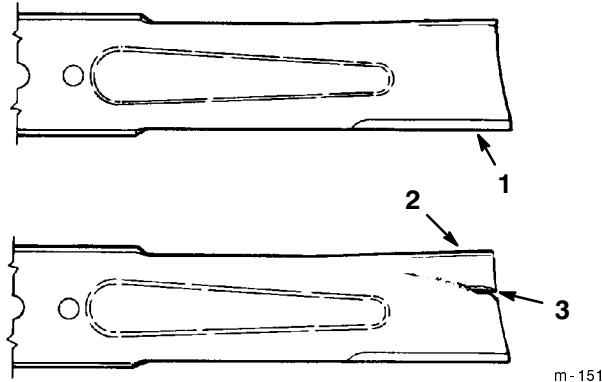

Bild 32
2. Untersuchen Sie die Schneidkanten (Bild 32). Bauen Sie, wenn die Kanten nicht scharf sind oder Kerben aufweisen, die Schnittmesser aus und schärfen sie. Siehe Schärfen des Messers, Seite 35.
3. Untersuchen Sie die Schnittmesser, insbesondere den gebogenen Bereich (Bild 32). Wenn Sie Schäden, Verschleiß oder Rillenbildung in diesem Bereich feststellen (Bild 32), muss sofort ein neues Schnittmesser eingebaut werden.